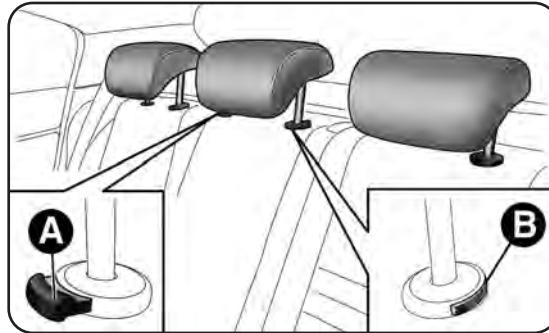

fig. 74
- levante los reposacabezas hasta su altura máxima, pulse los dos botones A y B-fig. 74 al lado de las dos sujetaciones y luego quite los reposacabezas sacándolos hacia arriba;